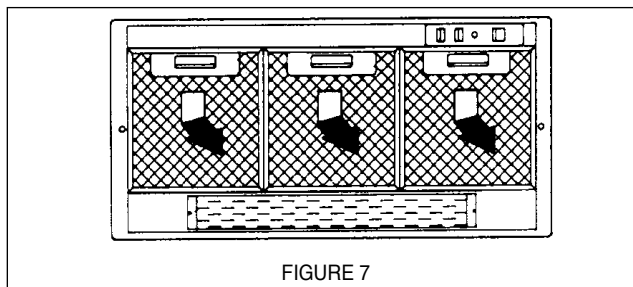

FIGURE 7
2. Retirer les filtres pour la graisse de l'appareil et mettre de côté. Retirer les filtres pour la graisse en pressant sur la poignée à l'avant du filtre, tel qu'il est illustré à la FIGURE 7. Au moment de les replacer, s'assurer que les filtres soient positionnés adéquatement, la poignée vers l'avant et visible.